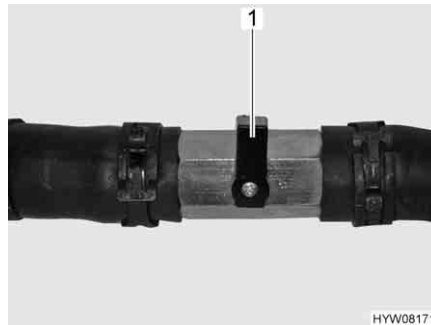

Fig. 68 Rubinetto chiuso
- Posizionare la leva (Fig. 68,1) verticalmente rispetto alla tubazione (Fig. 68).